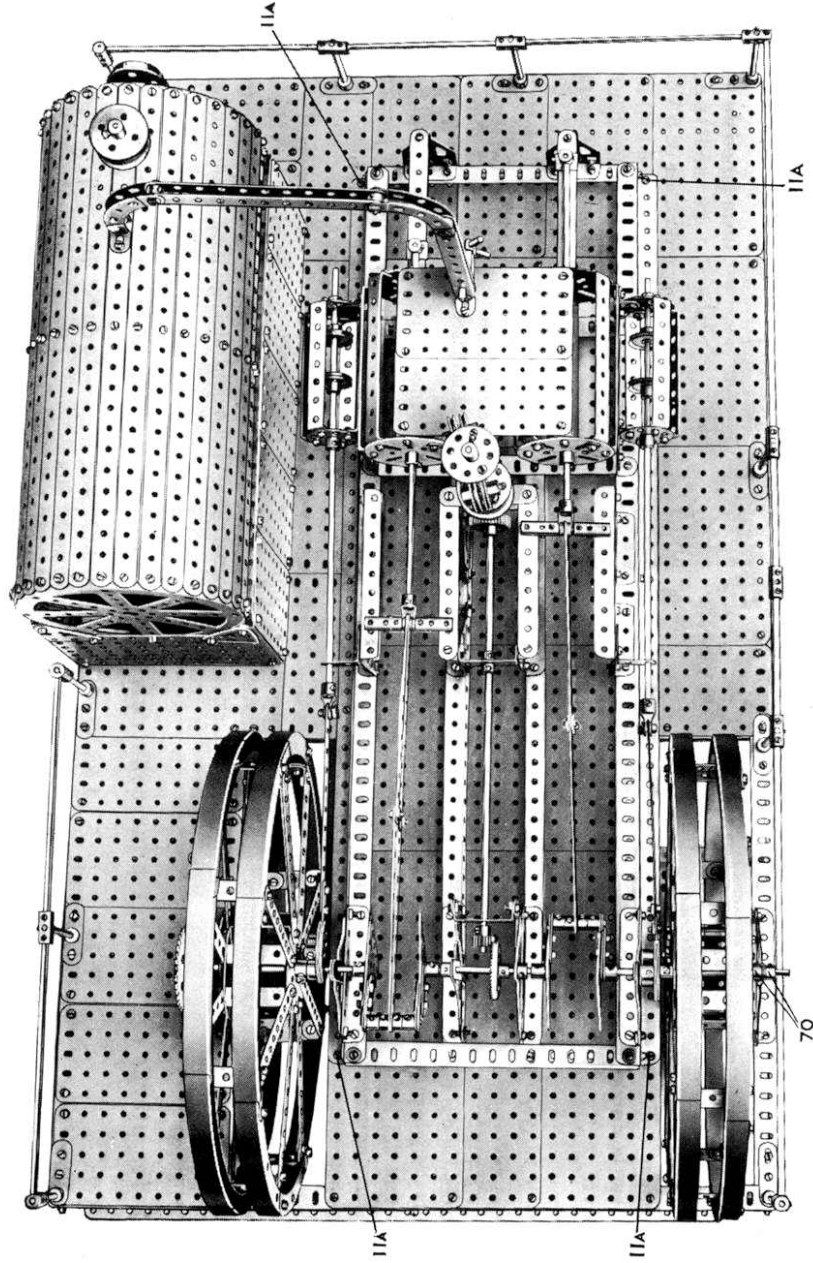

Fig. 8 : Vue en plan du modèle terminé
L'assemblage du moteur à proprement parler commence par la mise en place du vilebrequin, équipé de ses bielles sur ses paliers. En se référant à la vue en plan du modèle (figure 8), on peut voir les différentes bagues d'arrêt et leur position sur l'axe, qui sont utilisées pour maintenir en place le vilebrequin. Une bague d'arrêt est également nécessaire à chaque extrémité du vilebrequin, entre les moyeux des excentriques (33c) et les faces des équerres d'assemblage externes (13).
L'axe de sortie du moteur porte une vis sans fin (64a) entraînant une roue dentée de 57 dents montée sur l'axe (66) tournant dans les équerres-cornières (67) boulonnées sur la face latérale du moteur. En plus de la roue dentée de 57 dents, la tringle (66) porte un pignon d'angle de 26 dents (68) entraînant un second pignon d'angle identique fixé sur une tringle traversant les faces latérales du moteur. Cette dernière tringle comporte également une roue de chaîne de 18 dents (65). Les deux tringles (66) et celle portant la roue de chaîne (65) sont maintenues en place au moyen de bagues d'arrêt. Des rondelles doivent être placées sur les tringles derrière les moyeux des pignons d'angle (68) afin de supprimer les jeux. Le mouvement est transmis du moteur au moyen d'une chaîne galle entre la roue de chaîne (65) et une roue de chaîne de 36 dents montée sur le vilebrequin, ainsi qu'il est montré sur la vue en plan du modèle (figure 8).